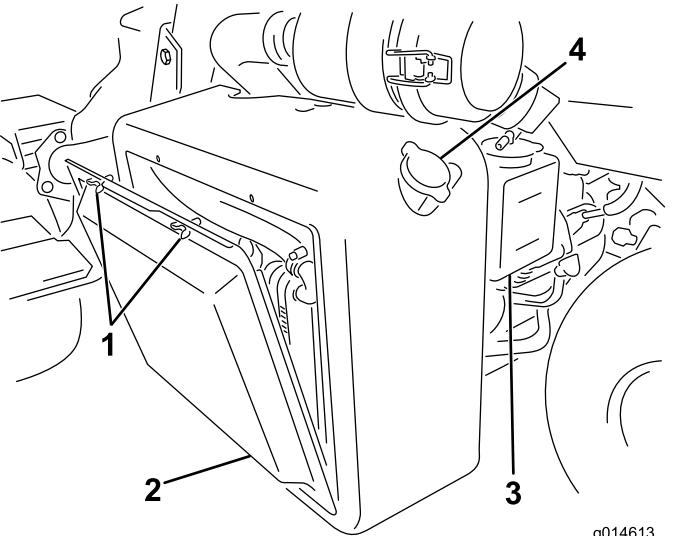
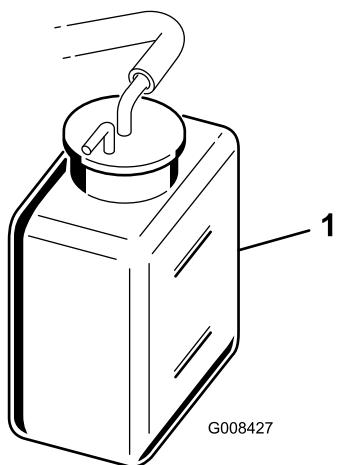

Figura 37
Figura 38
1. Rimuovete la griglia del radiatore (Figura 37).
2. Controllate il livello del refrigerante (Figura 37 e Figura 38).